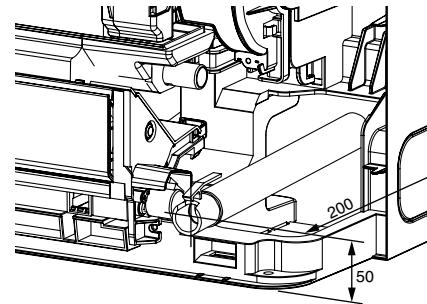

Fig. 8
- Når afløbsrørføringen udføres, skal du sikre dig, at afløbsslangen ① føres som vist. (Fig. 8)